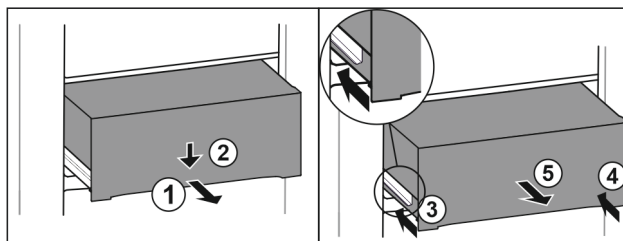

Fig. 225
- Zásuvku napůl vytáhněte. Fig. 225 (1)
- Stlačte zásuvku na přední straně dolů. Fig. 225 (2)
- Zasuňte levou kolejničku přibližně do 2 cm. Fig. 225 (3)
- Zasuňte pravou kolejničku přibližně do 2 cm. Fig. 225 (4)
- Vyjměte zásuvku dopředu. Fig. 225 (5)